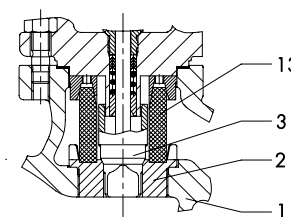

Fig. 2 · Suddivisore di flusso St III, installazione in valvola Tipo 3241
**Suddivisore di flusso St III** (fig. 2), costituito da gabbie multiple incapsulate in un'ulteriore gabbia. Adatto per gas e vapori; per valvole della Serie 250 e 280 con lamiera forata interna ed esterna supplementare (fig. 3).